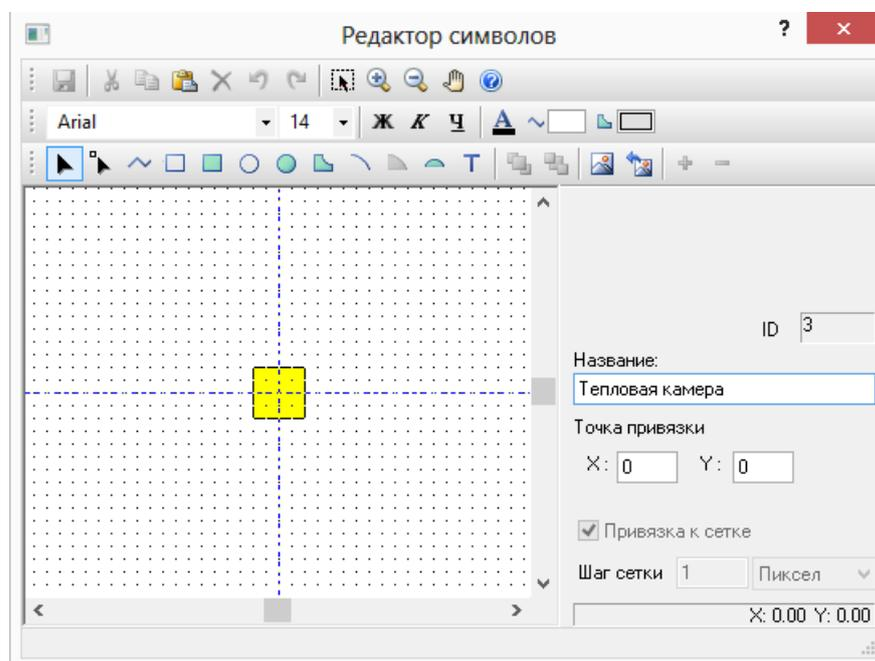

Рисунок 4.22. Окно редактора символов
2. Нажать кнопку Изменить. На экране появится редактор символов, (см. Рисунок 4.22, «Окно редактора символов»).